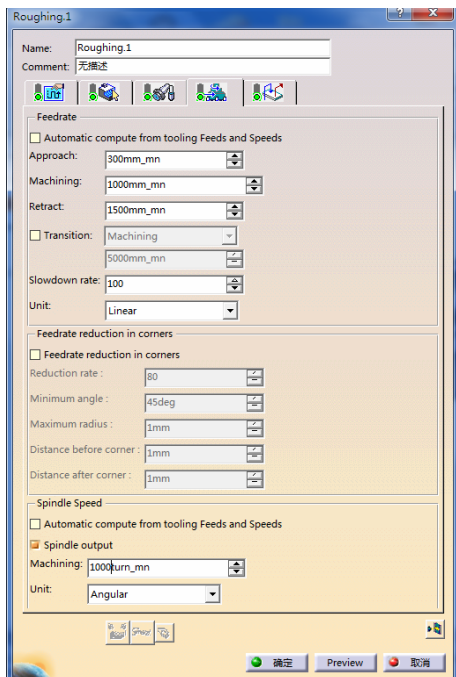

图 3-111 进给率参数选项卡（5）
4) 定义进给率。单击“Roughing.1”对话框中的，切换到进给率参数选项卡（5），如图 3-111 所示。